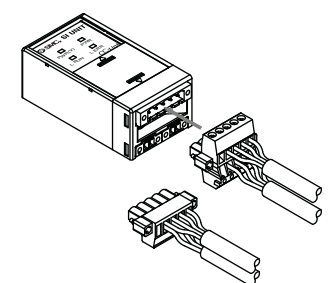

Fig.4
- (4) Consultare la fig. 4 su come collegare all'unità.